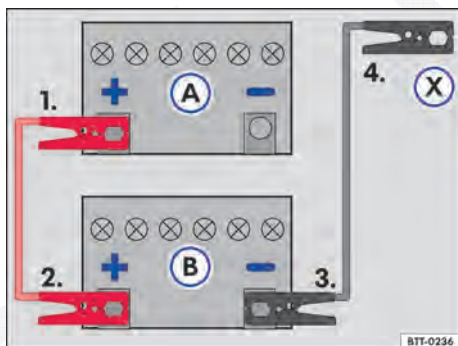

Fig. 151 Esquema para a conexão dos cabos auxiliares de partida: bateria descarregada (A) e bateria fornecedora de corrente (B).
- Conectar uma extremidade do cabo auxiliar de partida *vermelho* ao polo positivo (+) do veículo com a bateria do veículo descarregada (A) → ⚠️.
- Conectar a outra extremidade do cabo auxiliar de partida *vermelho* ao polo positivo (+) da bateria do veículo fornecedora de corrente (B).
- Conectar uma extremidade do cabo de auxílio na partida *preto* ao polo negativo (-) da bateria do veículo fornecedora de corrente (B) → Fig. 151.
- Conectar a outra extremidade do cabo auxiliar de partida *preto* (X) no veículo com a bateria do veículo descarregada em uma peça maciça de metal aparafusada firmemente ao bloco do motor ou no próprio bloco do motor - porém não nas proximidades da bateria (A) → ⚠️.